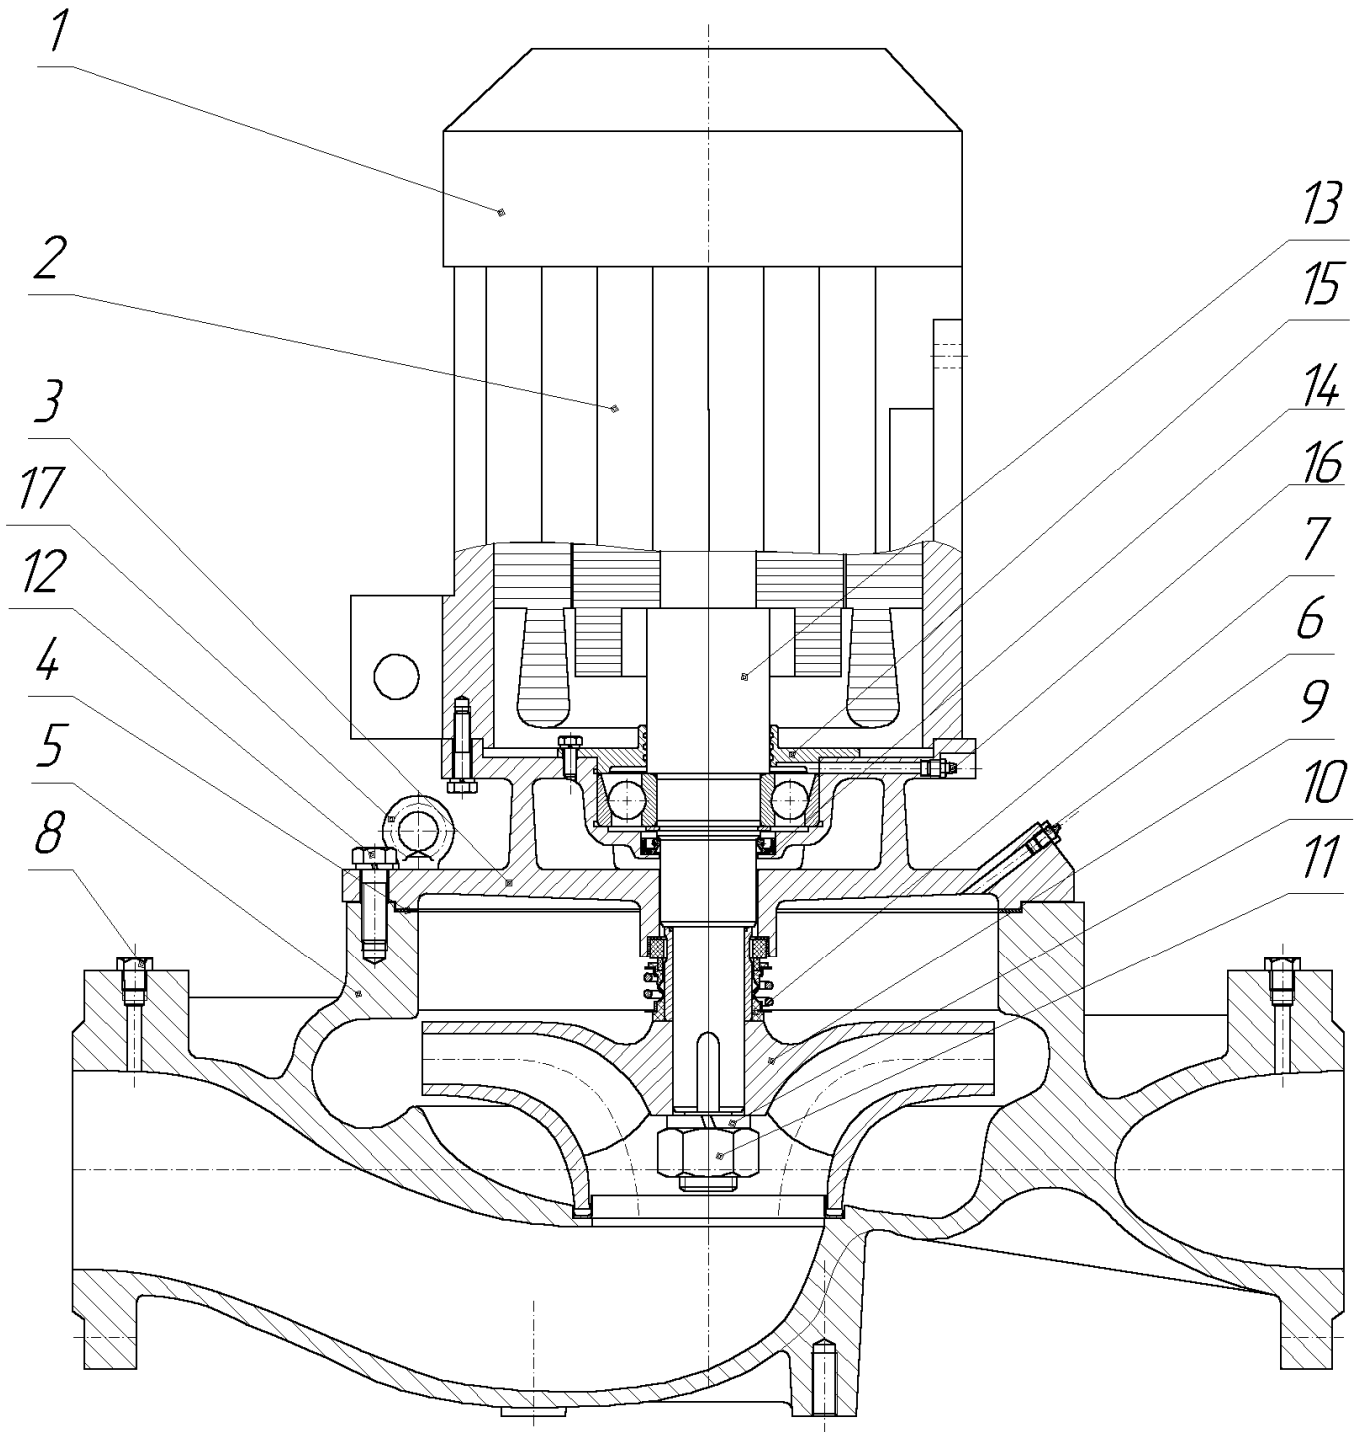

Рис. 1. Электронасос ЦМЛ.
- удалить воздух из полости торцового уплотнения при помощи крана Маевского поз. 6 рис. 1;
3. Открутить болты поз. 12. (рис. 1), соединяющие проставку поз. 3. с корпусом спиральным поз. 5.
20. Заменить прокладку поз. 4 (рис. 1) на новую и установить электродвигатель с проставкой на корпус спиральный поз. 5 (рис. 1) и закрепить болтами поз. 12.